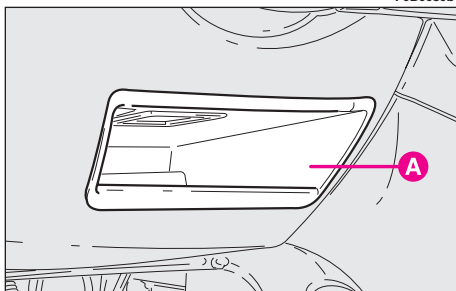

fig. 124
– compartiment ouvert **A-fig. 124** pour la documentation de bord, situé sous le volant;